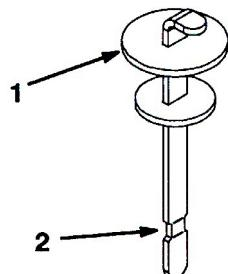

図15
4. ディップスティックを抜き、先端部をウェスで拭う。もう一度首に差し込んで引き抜き、オイルの量を点検する。FULL 位置(図15)まであればよい。